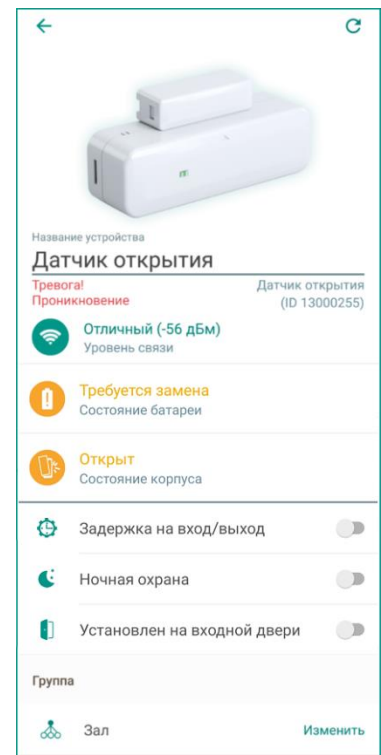

Рисунок 12.2 – Экран настройки датчика
- Текущее состояние изменится на *Тревога! Проникновение* (см. рисунок 12.2).